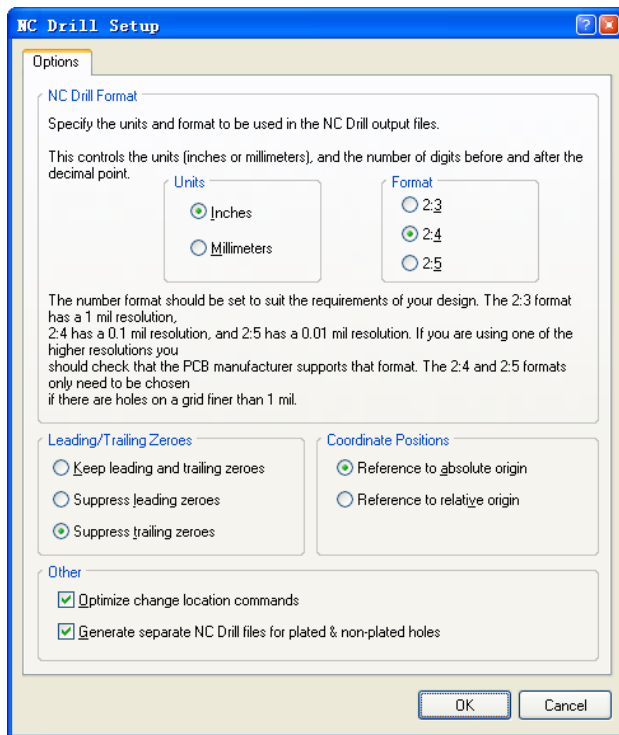

图 9.7 “NC Drill Setup”对话框
(1) 启动 Altium Designer，打开需要生成钻孔文件的 PCB 项目文档，打开对应的 PCB 图文件。
(2) 在主菜单中选择“File”->“Fabrication Output”->“NC Drill Files”命令，打开如图 9.7 所示的“NC Drill Setup”对话框。